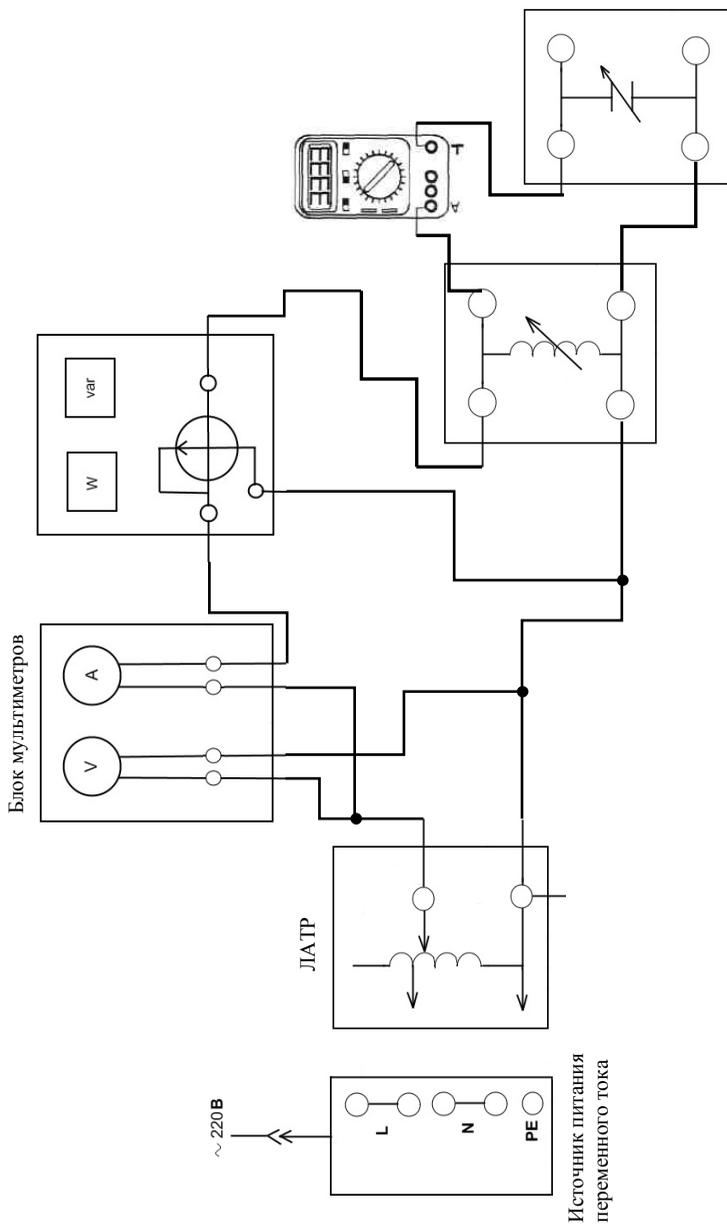

Рис. 3.1. Электрическая схема соединений для исследования режима работы разветвлённой электрической цепи переменного тока
1. Собрать схему цепи (рис. 3.1). Исследовать режим работы разветвлённой электрической цепи при изменении ёмкости батареи конденсаторов. Ток в ветви с катушкой индуктивности I_L измеряется один раз. По полученным данным рассчитать для всех опытов: полную проводимость цепи $Y = \frac{I}{U}$, ёмкостную проводимость $b_c = \frac{I_c}{U_c}$, ёмкость батареи